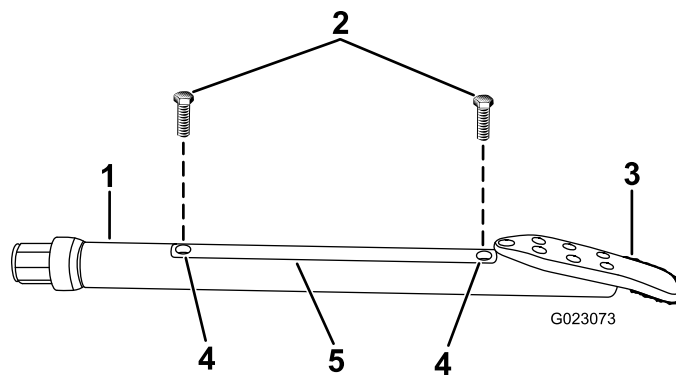

Рисунок 50
2. Ослабьте винты крепления крышки корпуса и снимите крышку (Рисунок 50)
4. Установите крышку корпуса и закрепите ее винтами (Рисунок 50).